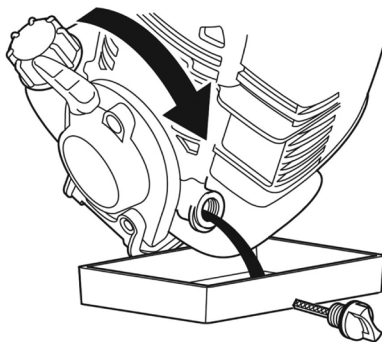

Рис. 15 Замена моторного масла
3. Наклоните триммер в сторону маслосазливной горловины двигателя и слейте отработанное масло в специально подготовленную для этого емкость (Рис. 15).